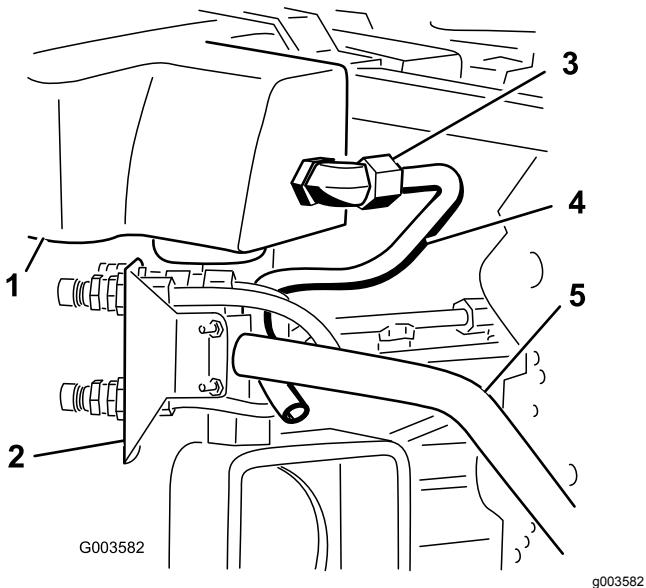
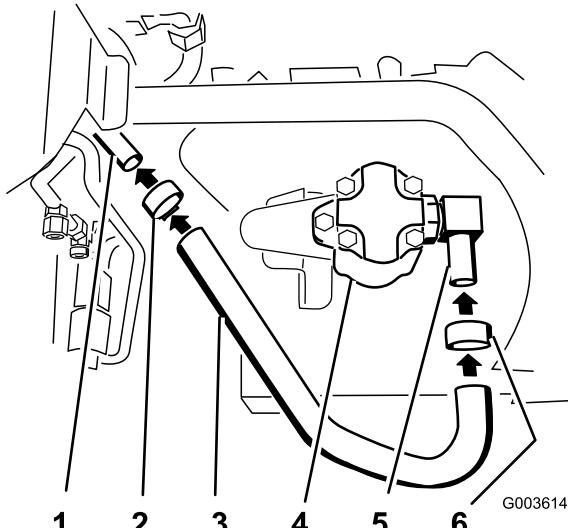
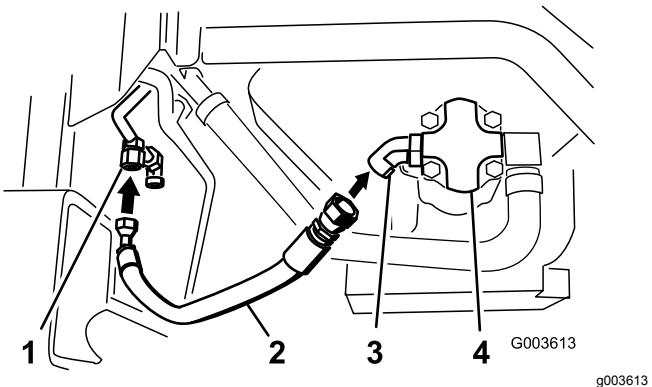
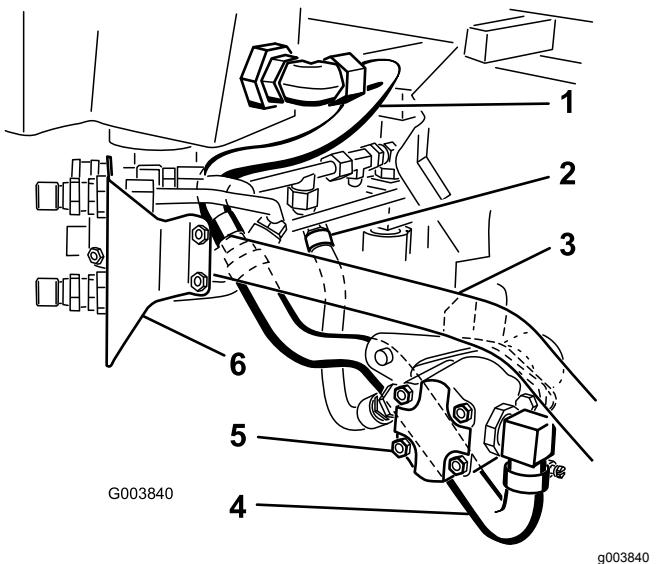

Figure 26
Figure 27
Figure 30
Figure 31
4. Placez la conduite hydraulique n° 3 dans la machine comme montré à la Figure 26.
- Raccordez la conduite hydraulique n° 3 au grand raccord coudé à 90° qui est monté sur la crépine et le réservoir hydraulique (Figure 26 et Figure 31).
- Raccordez le grand flexible hydraulique au raccord coudé à 90° qui est monté sur le côté de la pompe hydraulique (Figure 27 et Figure 31).
- Serrez un collier sur le flexible autour du raccord coudé (Figure 27).
- Raccordez le grand flexible hydraulique à la conduite hydraulique n° 3 (Figure 27).
- Serrez le collier autour du flexible et de la conduite hydraulique n° 3 (Figure 27).
9. Branchez le flexible hydraulique muni de raccords au raccord coudé à 45° qui est fixé à la pompe hydraulique (Figure 30 et Figure 31).
10. Reportez-vous à la Figure 31 pour positionner correctement les flexibles et les conduites hydrauliques sur la pompe hydraulique.